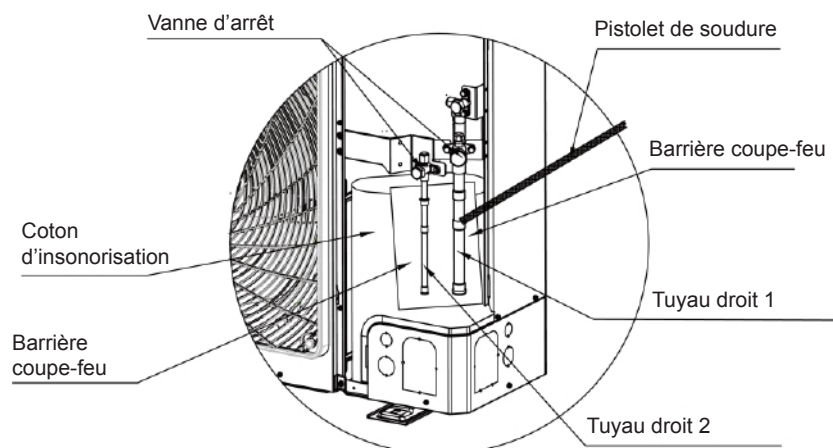
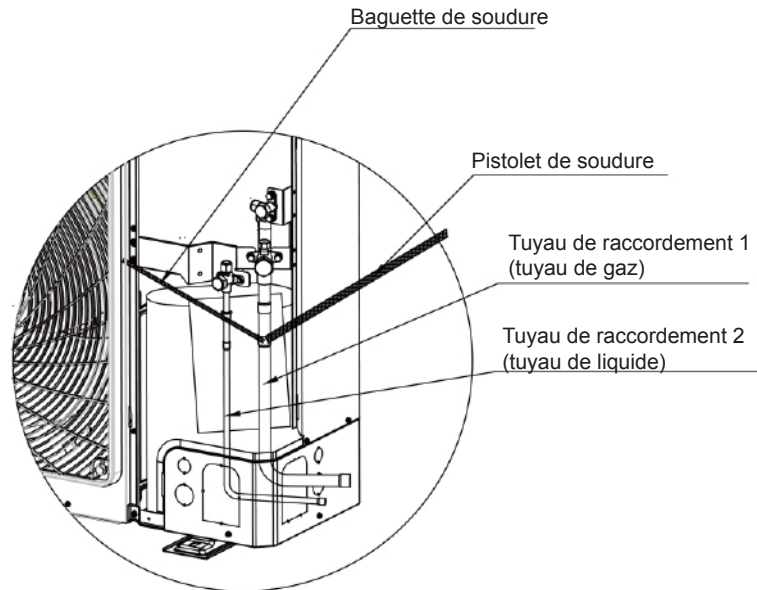

Fig. 15
Fig. 16
- (1) Raccordement du tuyau pour GMV-H224WL/A-X, GMV-224WL/C-X: Comme indiqué dans les Fig. 15 et Fig. 16, ouvrez le coton d'insonorisation le plus éloigné et placez une barrière coupe-feu entre le compresseur et le tuyau droit. Utilisez un pistolet de soudure pour des-souder les tuyaux droits 1 et 2. Posez les tuyaux de raccordement 1 et 2 dans les positions correspondantes puis étanchéifiez les ouvertures avec une baguette de soudure. Soudez d'abord le tuyau de raccordement côté liquide puis celui côté gaz. Au cours de la soudure, il faut utiliser une gaze humide pour envelopper les deux vannes d'arrêt. Assurez-vous que la flamme ne brûle pas le coton d'insonorisation ou d'autres composants.